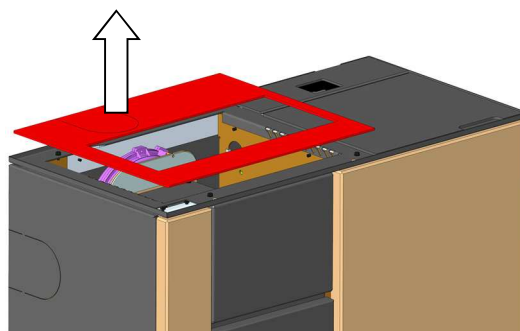

Abb. 19: Entnahme Gerätedeckel
2. Den eingelegten Gerätedeckel nach oben entnehmen (Abb. 19).